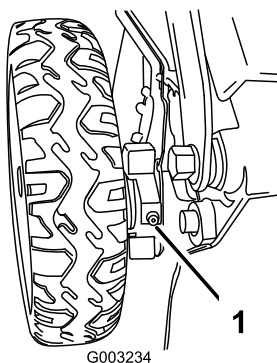

Figura 31
1. Limpie con un trapo limpio los puntos de engrase situados justo dentro de las ruedas traseras (Figura 31).